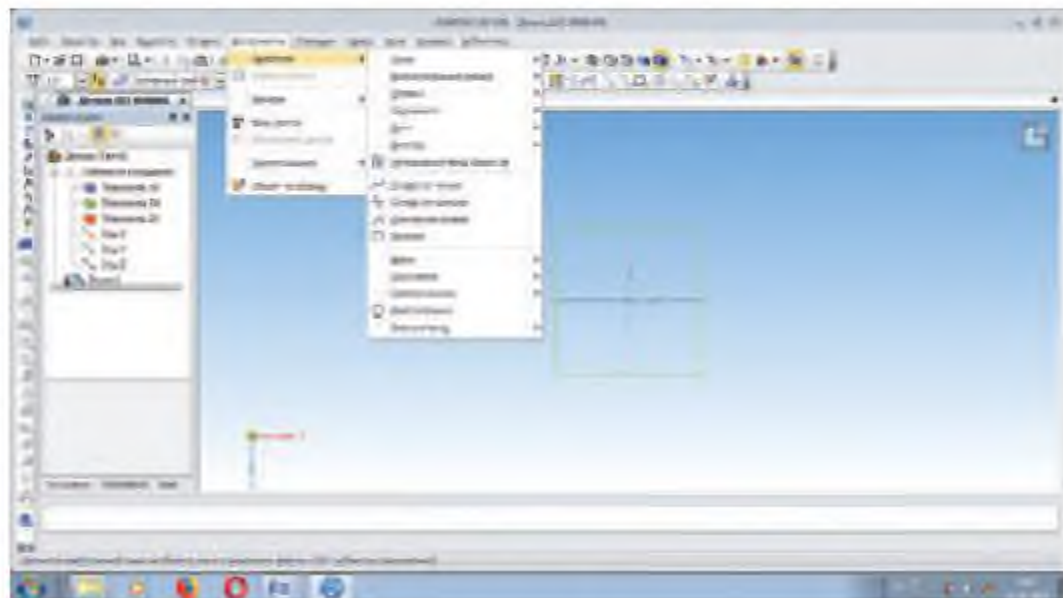
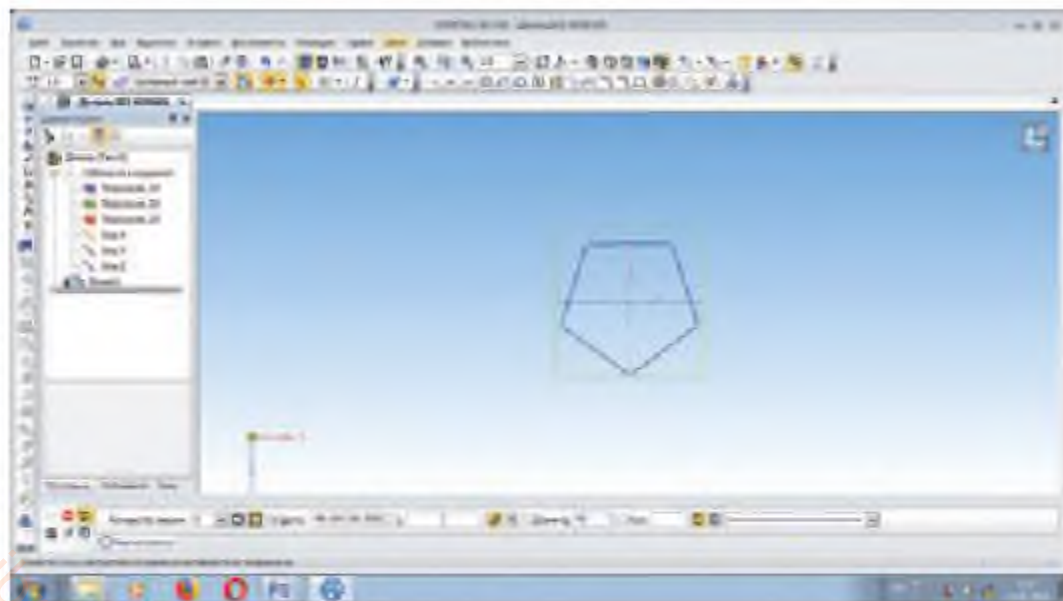

Рис. 17.3
Рис. 17.4
3. Вызвав команду геометрия на панели Инструменты, с помощью команды многоугольник панели инструментов строим правильный пятиугольник (рис. 17.3). Для этого в Панель свойств вводим такие параметры: количество вершин — 5, радиус — 20 (рис. 17.4).